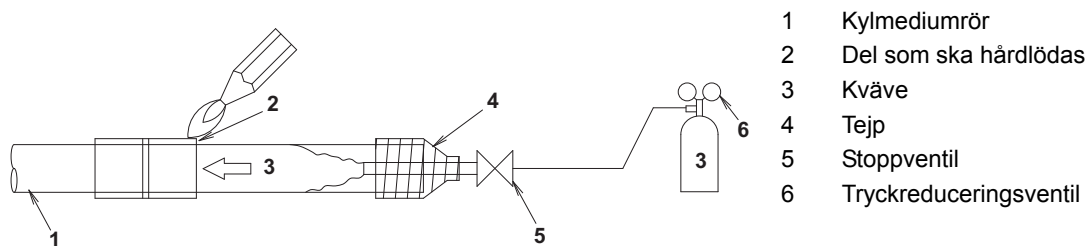

Bild 10
- 3 Skarvisoleringsmaterial (8) (tillbehör)
- 6 Klämma (4) (tillbehör)
- 8 Tätningsmaterial (litet) (11) (tillbehör)
- 9 Linda tätningsmaterialet (litet) (11) kring kragmutterkopplingen
- 10 Skarvisoleringsmaterial (9) (tillbehör)
- Innan du hårdlöder kylmediumrören ska du spola rören med kväve och ersätta luften med kväve (ANM. 1) **(Se bild 10)**. Utför sedan hårdlödningen (Anm. 2).